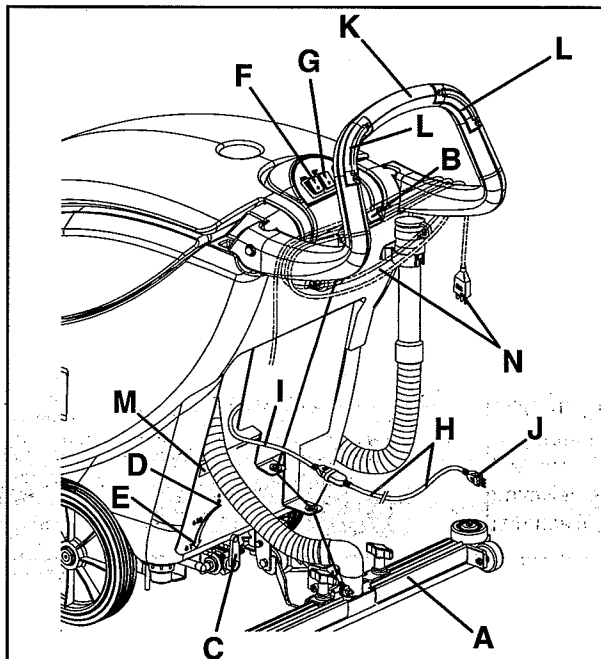

Figure 8
Brancher la rallonge (H, Fig. 8) livrée avec la machine au câble d'alimentation (I). Brancher la fiche (J) de la rallonge au réseau électrique.
Avant de brancher la machine au réseau électrique, s'assurer que la fréquence et la tension indiquées sur la plaque avec numéro de série et données techniques (M, Fig. 8) coïncident avec la tension de réseau.
3. Baisser l'embouchure (A, Fig. 8) en tournant le levier (B) vers le bas.
4. Positionner le levier de réglage du flux de solution (C, Fig. 8) dans une des positions suivantes, selon le type de nettoyage à effectuer :
- **Système ECO** : en positionnant le levier (C, Fig. 8) sur ECO (D), la machine travaille en condition d'emploi programmé de l'eau (économie) ; en effet, puisque le flux est prédéterminé et constant, la machine peut travailler avec une autonomie de lavage de 70-80 minutes [0,08 gallons/min (0,3 litres/min)].
- **Système variable** : en tournant le levier à gauche dans la position relative au flux variable (E, Fig. 8), il est possible d'augmenter le flux jusqu'à un débit maximum de 0,26 gallons/min (1 litre/min).
5. Positionner les interrupteurs (F et G, Fig. 8) sur "I".
6. Tout en gardant les mains sur le guidon (K, Fig. 8) démarrer la machine en appuyant sur l'un ou les deux boutons-poussoirs de validation (L).
7. Relâcher les boutons-poussoirs (L, Fig. 8).
8. Positionner les interrupteurs (F et G, Fig. 8) sur "0".
9. Débrancher la fiche (J) du câble d'alimentation du réseau électrique. Si besoin est, enrouler le câble d'alimentation (H, Fig. 8) autour du guidon en position (N).
10. Baisser l'embouchure en tournant le levier (B, Fig. 8) vers le haut, jusqu'à fin de course.